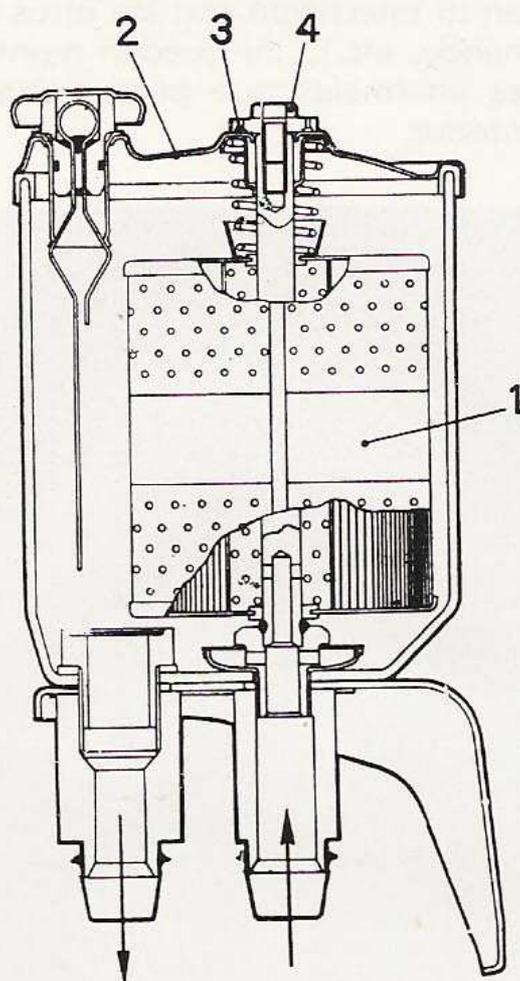

Fig. 16.6. - Depósito de aceite
16.8 CAMBIO DEL FILTRO DEL DEPOSITO DE ACEITE (fig. 16.6)